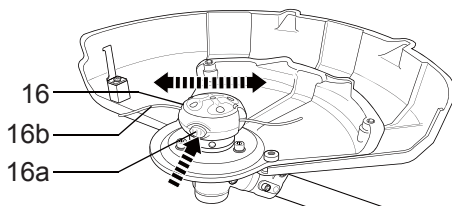

Fig.24
- > Mettez l'appareil à l'envers, avec le fil de coupe [16b] vers le haut (Fig. 24).